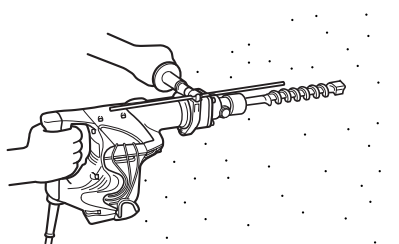

Fig. 5
1. Taladrar orificios (Fig. 5)